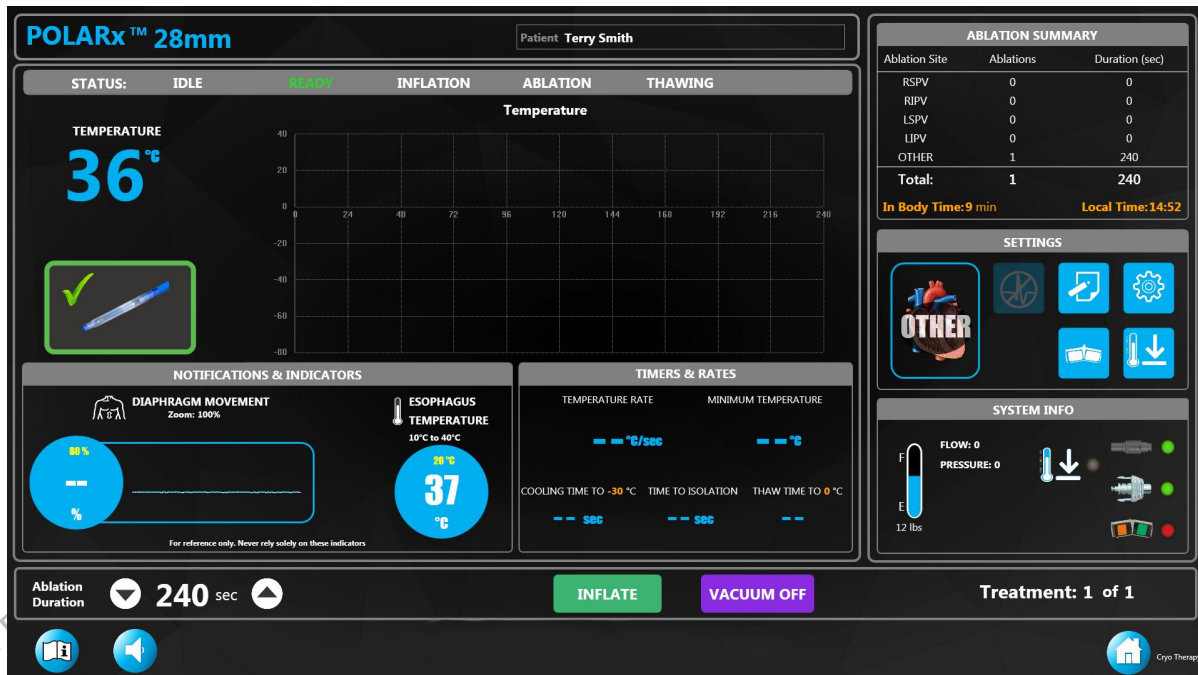

Figura 6. Ecrã de terapia – estado pronto
3. O estado do sistema deverá indicar READY (Pronto) e deverá surgir o botão INFLATE (Insuflar) no ecrã de Therapy (Terapia) (Figura 6). Além disso, o botão START (Iniciar) no painel dianteiro da consola deverá estar aceso a verde.